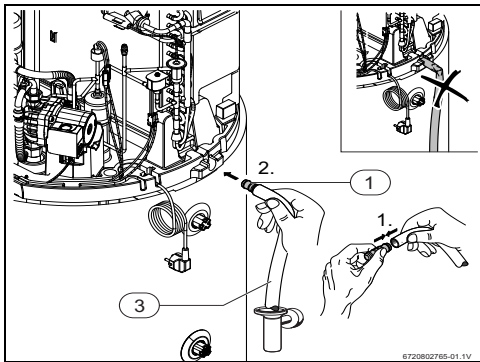

Bild 12 Kondensatabfang
- ▶ Kondensatleitung (Innendurchmesser 16 mm) an¹⁾ Kondensatablauf anschließen (Abb. 12, [1]).
- ▶ Kondensat über einen Siphonablauf (Abb. 12, [2]) abführen.